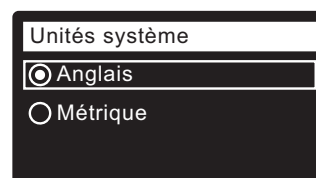

FIG. 26
17. **UNITÉS SYSTÈME** Passez à l'étape 18 si le cercle du système souhaité a déjà un point (cf. Figure 26). Sinon, appuyez sur le bouton BAS (▼) ou HAUT (▲) pour passer au système souhaité, puis sur le sélecteur (O) pour confirmer votre choix.
18. Appuyez sur le sélecteur (O).